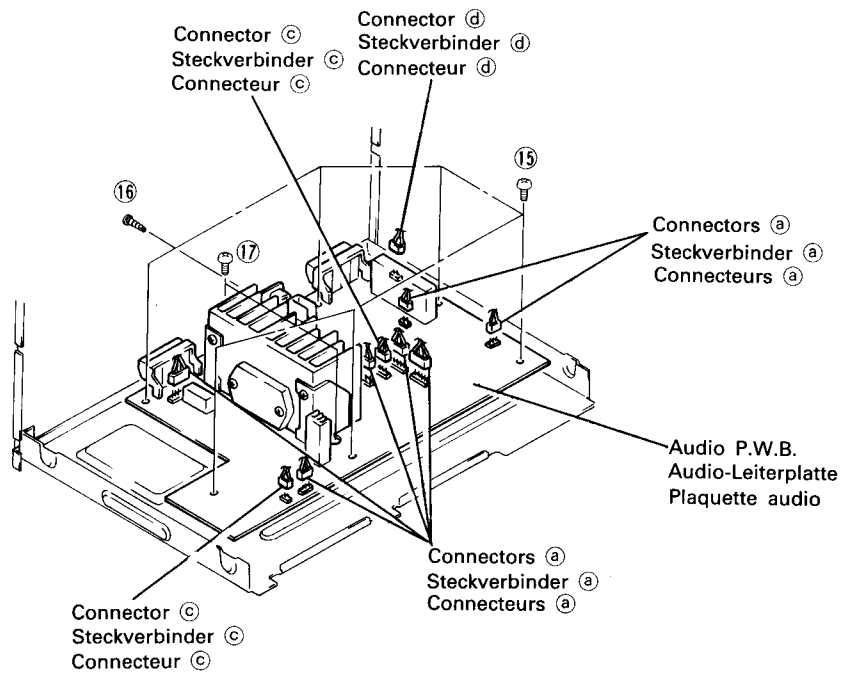

Fig. 9 Abb. 9
Remove two screws ③. Remove the power switch. Then remove two screws ④, three screws ⑤, one screw ⑥ and seven Audio P.W.B. connectors a. (Refer to Fig. 9 for connectors a.)
Remove two screws ⑨, two screws ⑩, five connectors b and two connectors c. Open in the direction of arrow B. Next, remove the REC level knob, two screws ⑪ and one tab. (Refer to Fig. 9 for connectors c.)
### 9. Audio P.W.B. (Fig. 9)
Die beiden Schrauben ③ herausdrehen und die Netz-taste abnehmen. Anschließend die beiden Schrauben ④, die drei Schrauben ⑤ und Schraube ⑥ herausdrehen und die sieben Steckverbinder a der Audio-Leiterplatte entfernen. (Steckverbinder a siehe Abb. 9.)
Die beiden Schrauben ⑨ und ⑩ herausdrehen und die fünf Steckverbinder b sowie die beiden Steckverbinder c abziehen. In Pfeilrichtung B öffnen. Danach den Drehknopf für Aufnahmepegel (REC) sowie die beiden Schrauben ⑪ und eine Klaue entfernen. (Steckverbinder c siehe Abb. 9.)
### 9. Audio-Leiterplatte (Abb. 9)
Enlever deux vis ③. Enlever l'interrupteur d'alimentation. Puis enlever deux vis ④, trois vis ⑤, une vis ⑥ et sept connecteurs de plaquette audio a. (Se référer à la Fig. 9 pour les connecteurs a.)
Enlever deux vis ⑨, deux vis ⑩, cinq connecteurs b et deux connecteurs c. Ouvrir dans la direction de la flèche B. Puis, enlever le bouton de niveau d'enregistrement (REC), deux vis ⑪ et une attache. (Se référer à la Fig. 9 pour les connecteurs c.)
### 9. Plaquette audio (Fig. 9)